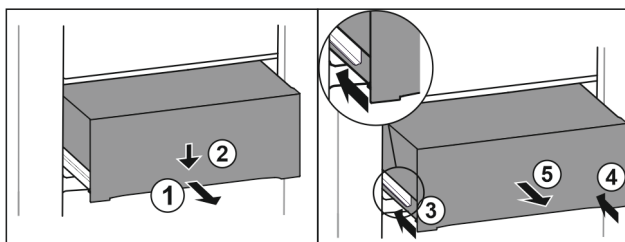

Fig. 185
- Vytiahnite zásuvku do polovice. Fig. 185 (1)
- Zatlačte zásuvku na prednej strane smerom nadol. Fig. 185 (2)
- Zasuňte ľavú koľajničku o cca 2 cm. Fig. 185 (3)
- Zasuňte pravú koľajničku o cca 2 cm. Fig. 185 (4)
- Odoberte zásuvku dopredu. Fig. 185 (5)